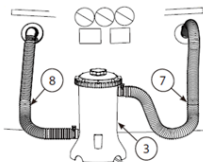

FIG. 3
6. Una volta che la piscina è riempita, inserire il filtro tra le due connessioni sul lato della piscina, a circa 15 cm dal suolo. Il tubo dell'acqua di ingresso (7) che entra nella scatola del filtro dall'alto dovrebbe essere orientato verso la filtrazione a destra, mentre il tubo di ritorno (8) in uscita dalla pompa (nella parte inferiore della scatola) dovrebbe essere rivolto a sinistra. Vedere **fig. 3**. La posizione della filtrazione sul prato si può bloccare con i perni in acciaio in dotazione.
7. Svitare la vite di deaerazione (6) sul coperchio del filtro (4) di circa un giro e mezzo. **NOTA: LA DEAERAZIONE DEL SISTEMA È NECESSARIA PER FARE USCIRE L'ARIA DURANTE IL RIEMPIMENTO DEL FILTRO CON ACQUA.**